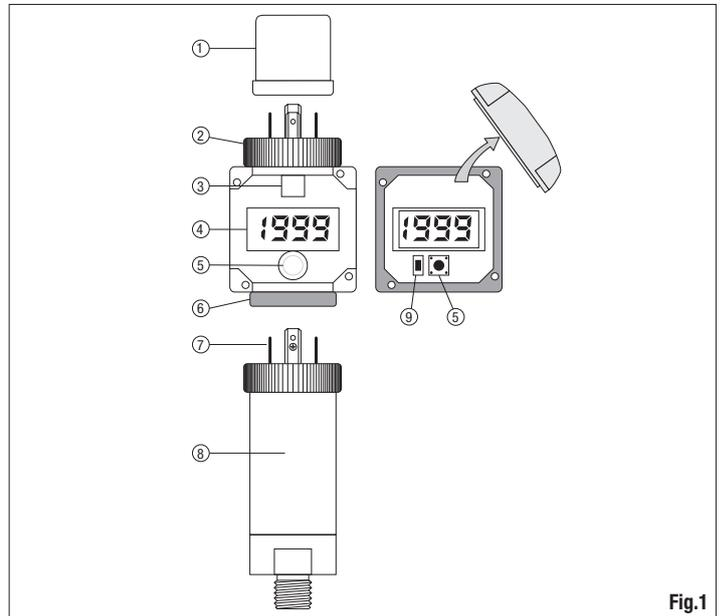

Fig.1
La fig.1 descrive la configurazione tipica: il visualizzatore è posto tra il trasmettitore (8) ed il connettore volante femmina DIN43650 (1).
La pressione del tasto esterno (5) (si veda la fig.1) permette di visualizzare, in successione, i valori di massimo, minimo e media delle misure acquisite dall'ultimo azzeramento (funzione Record) e il tempo trascorso dall'ultimo reset (funzione Timer).
Per la programmazione del visualizzatore è necessario accedere al tasto interno: svitare le quattro viti poste agli angoli della mascherina del display. Il tasto interno (INT) è rappresentato in fig.1 con il numero (9), quello esterno (EXT) con il numero (5).